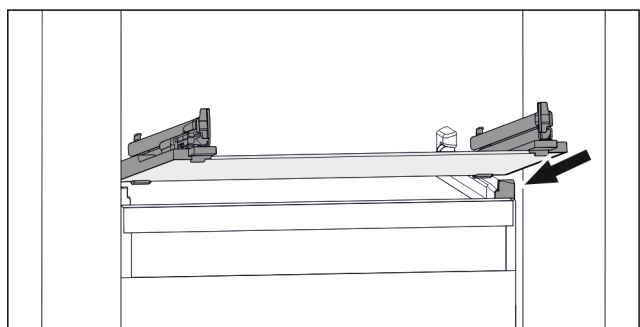

Fig. 110 Примерное отображение стеклнной пластины
- ▶ Наклоняя вниз, установите стеклнную пластину за стопоры. (см. Fig. 110)